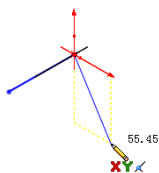

图 6-1 空间控件
6. 在空间绘制直线或样条曲线时, 空间控标就会显示出来, 如图 6-1 所示。使用空间控标也可以沿轴的方向进行绘制。如果要更改空间控标的坐标系, 按 Tab 键。